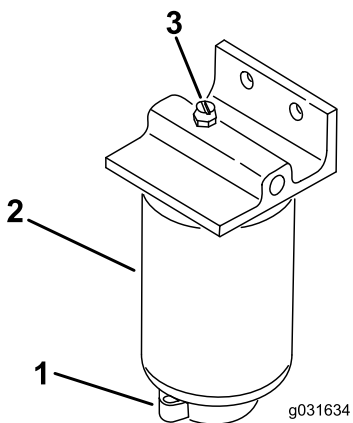

图 52
- 2. 松开滤清器底部的排油阀 图 52。
- 1. 清洁滤清器的安装区域 图 52。